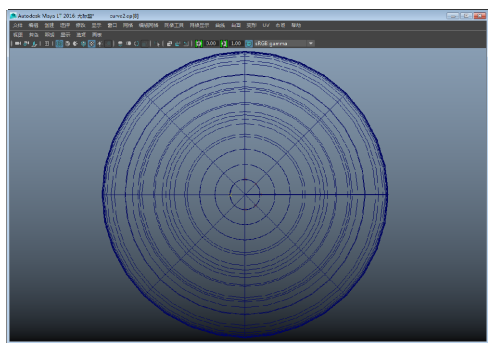

图 3-153 绘制曲线
- 2 依次执行【创建】|【曲线工具】|【EP 曲线工具】命令，然后在如图 3-153 所示的位置绘制一条曲线。